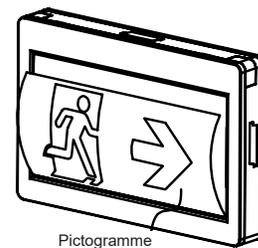

Fig 7
9. If pictogram direction assembled not suitable, pictogram can take out for change direction or replace pictogram, and then insert into the diffuser easily. (see Fig 7)
9. Si la direction du pictogramme assemblé ne vous convient pas, il peut être retiré pour tout changement de direction et par la suite facilement inséré dans le diffuseur. (Voir Fig 7).